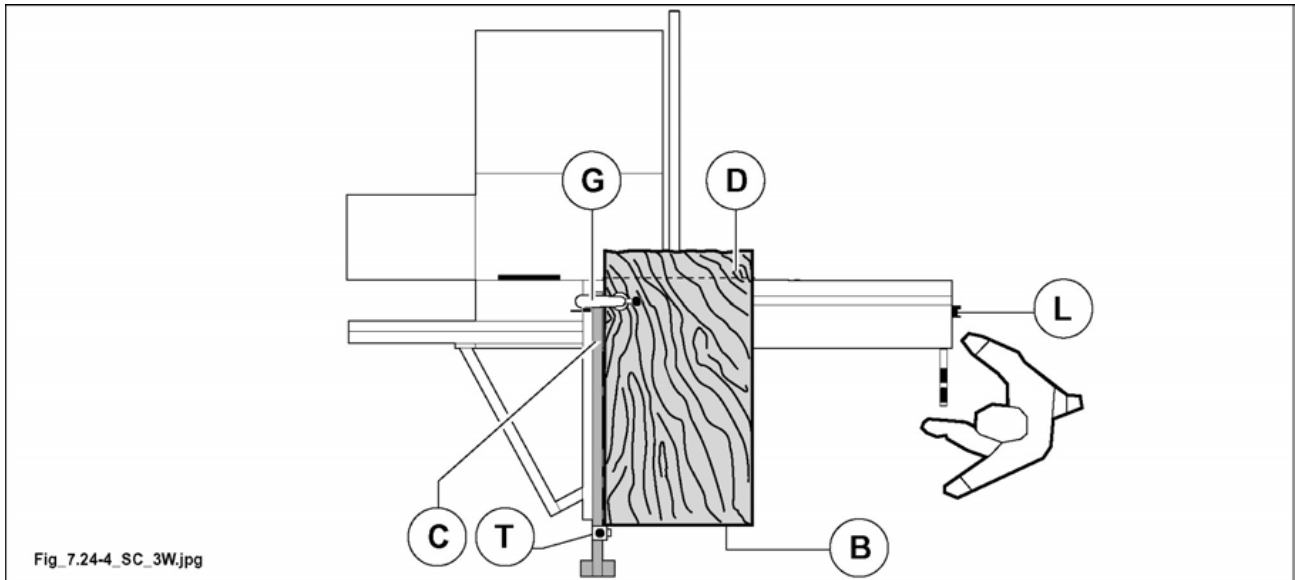

Fig. 7.24-4
- Styr vagnen till öppet läge enligt fig. 7.24-4 och lås med spaken (L fig. 7.24-4).
- Vrid träpanelen 90° än en gång och låt den sist renskurna sidan (C fig. 7.24-4) vila mot aluminiumhålllet medan den andra sidan (B fig. 7.24-4) vilar mot styrklacken (T fig. 7.24-4) vid önskat skärmått; spänn fast med gällande spännanordning (G fig. 7.24-4) och utför skärningen (D fig. 7.24-4).